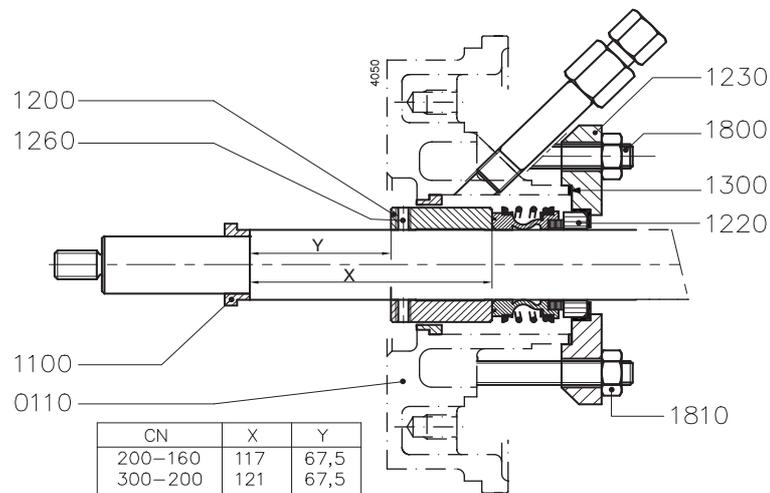

Figura 25: Regolazione della boccola d'albero dei modelli 200-160 e 300-200.
- 8 Montare la boccola d'albero (1200). Per le pompe tipo 200-160 e 300-200, la boccola dell'albero (1200) va regolata in base alla distanza Y. Vedere la la figura 25.